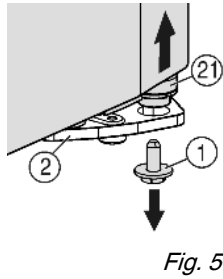
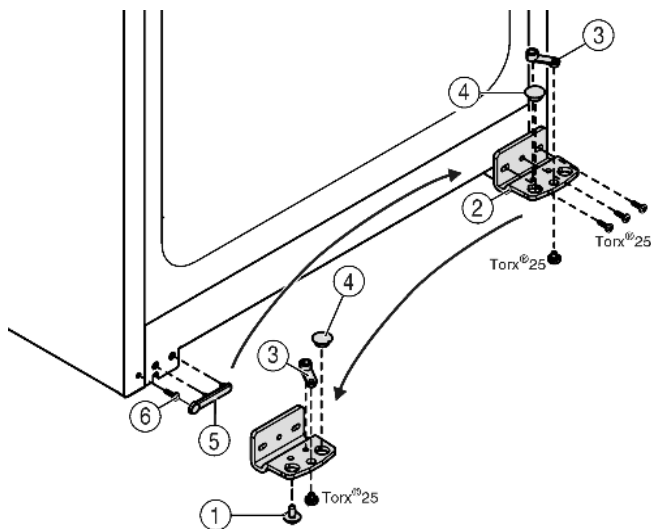

Fig. 5
Fig. 6
- ▶ Rechts onder aan de lagerbus de borgschroef *Fig. 5 (1)* uitdraaien.
- ▶ De lagerbout *Fig. 5 (21)* komt uit de lagerbus *Fig. 6 (2)* los.
- ▶ Indien de lagerbout *Fig. 5 (21)* niet kan worden losgedraaid, de bout van onderaf naar buiten drukken.
- ▶ Lagerbus *Fig. 6 (2)* losschroeven.
- ▶ Lagerdeel *Fig. 6 (3)* losschroeven en in het tegenoverliggende opnamegat van de lagerbus omzetten en weer vastschroeven.
- ▶ Stop *Fig. 6 (4)* uit de lagerbus verwijderen en in de tegenoverliggende opening van de lagerbus omzetten.
- ▶ Afdekking *Fig. 6 (5)* aan kant van de greep voorzichtig wegnemen.
- ▶ Schroef *Fig. 6 (6)* uitdraaien en aan de andere kant weer indraaien.
- ▶ Afdekking *Fig. 6 (5)* weer terugplaatsen.
- ▶ Lagerbus *Fig. 6 (2)* aan de nieuwe scharnierzijde evt. met behulp van een accuschroevendraaier weer **goed (met 4 Nm)** vastschroeven.
- ▶ Borgschroef *Fig. 5 (1)* onder in de lagerbout draaien en vastschroeven (**met 4 Nm**).